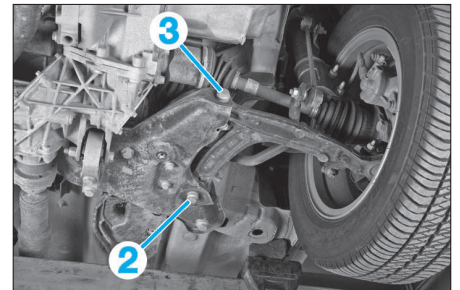

FIG. 14
- Déposer les vis (2) et (3) (Fig.14).